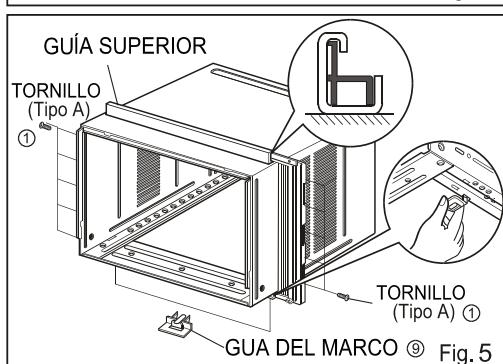

Fig. 5
- Introduzca las guías de los marcos ① en la parte inferior de la carcasa con la parte delantera de la guía del marco enfocada hacia la parte delantera de la carcasa. FIG.5
- Inserte el marco de la cortina en la guía superior las guías del marco FIG.5
- Fije las cortinas a la unidad con 4 tornillos tipo A FIG.5